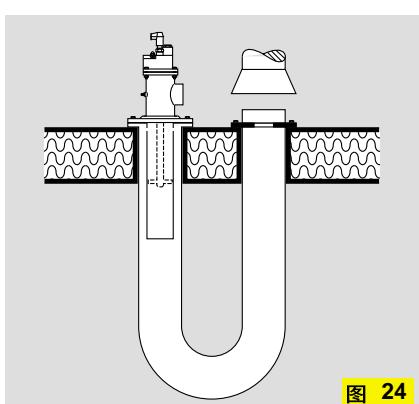

图 24
Brennerrohre bei BIO(A) mit Spülluftbohrungen und/oder in Edelstahlausführung in Verbindung mit Brennervorsatzrohren für den Einsatz in Strahlrohren und Brennkammern (Fig. 24 + 25).
Burner tubes on BIO(A) with **secondary air holes** and/or of stainless steel design in conjunction with burner additional tubes for use in radiant tubes and combustion chambers (Fig. 24 + 25).
(图24 + 25)